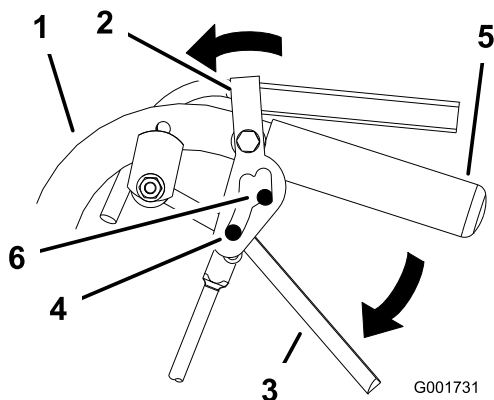

Figure 11
- Placez les pouces sur la partie supérieure des verrous et déplacez-les en avant jusqu'à ce que les ergots soient engagés dans le cran avant (Figure 11).